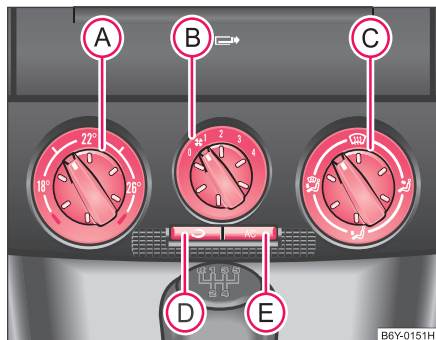
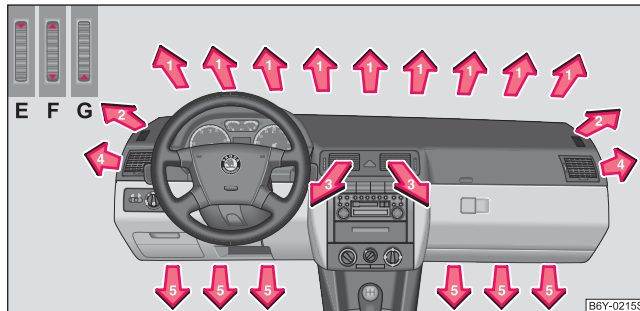

Fig. 80 Instalația de aer condiționat: Întrerupătoare
Fig. 81 Duzele de ventilație
Instalația de aer condiționat funcționează atunci când este apăsată tasta  ⇒ Pagina 92, Fig. 80  și sunt îndeplinite următoarele condiții:
- Rotiți întrerupătorul rotativ **A** ⇒ Fig. 80 spre dreapta, pentru a crește temperatura.
- Întrerupătorul rotativ (A) ⇒ Pagina 92, Fig. 80, rotit complet spre dreapta
- Întrerupătorul rotativ (B) la treapta 4
- Întrerupătorul rotativ (C) în poziția
- Duzele de ventilație 4 ⇒ Pagina 95, Fig. 81, deschise și îndreptate spre geamurile laterale.
- Întrerupătorul rotativ (A) ⇒ Pagina 92, Fig. 80, rotit complet spre stânga
- Întrerupătorul rotativ (B) la treapta dorită
- Duzele de ventilație 3 și 4 ⇒ Pagina 95, Fig. 81, deschise
- Opriiți instalația de aer condiționat prin apăsarea tastei (E)
- Opriiți sistemul de recirculare a aerului prin apăsarea tastei (D) ▶
- Apăsați tasta  ⇒ Pagina 92, Fig. 80, simbolul tastei  se va aprinde.
Dacă întrerupătorul , pentru distribuirea aerului este în poziția  ⇒ Pagina 92, Fig. 80, sistemul de recirculare a aerului va fi oprit în mod automat. Prin apăsarea repetată a tastei  puteți porni din nou sistemul de recirculare a aerului, chiar și în această poziție.
Din duzele de ventilație deschise pătrunde aerul rece sau cald, în funcție de poziția întrerupătorului (A) ⇒ Pagina 92, Fig. 80 și de reglajele instalației de aer condiționat.